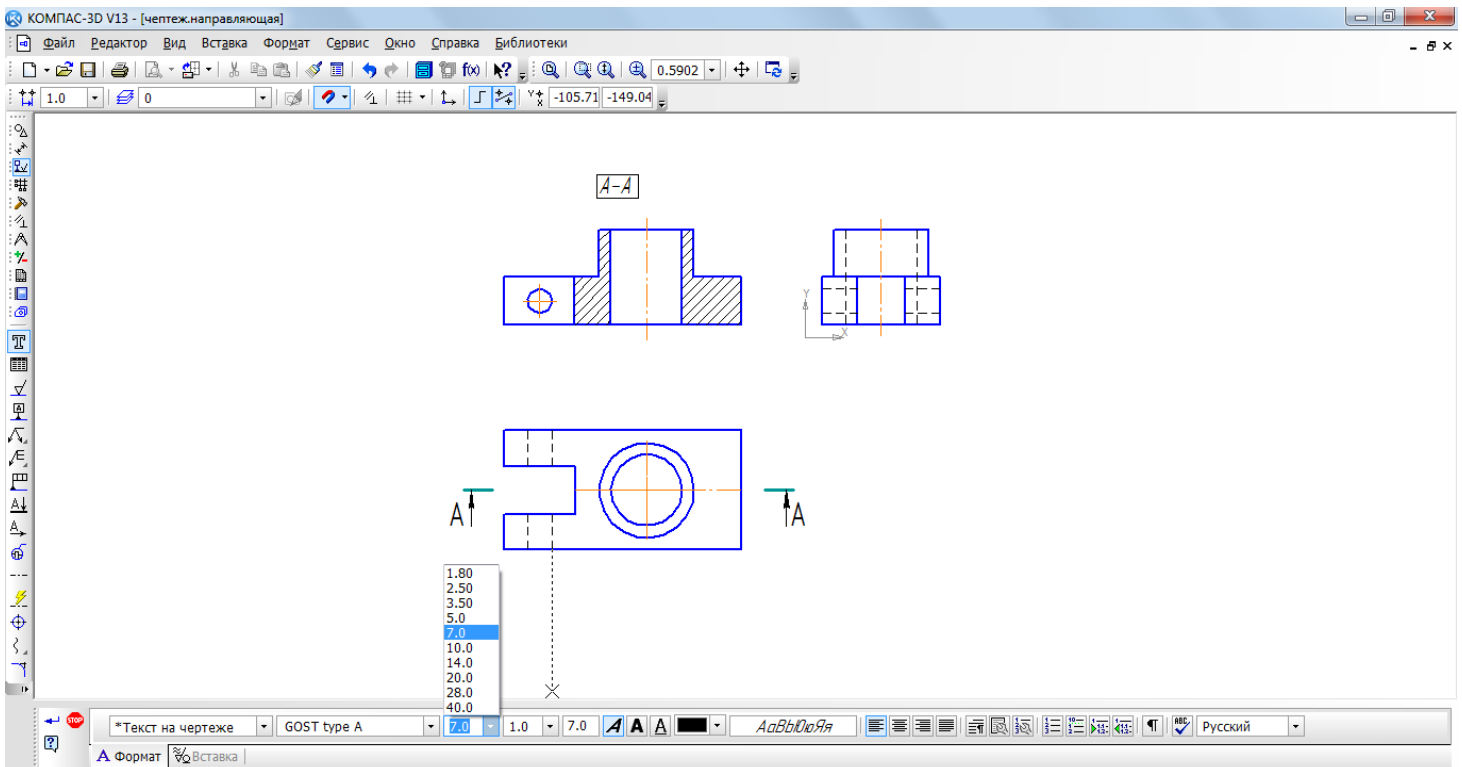

Рис. 18
- введите текст надписи (рис. 18);